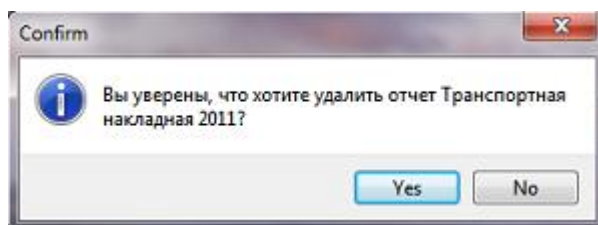

Рис.1.4. Интерактивное сообщение.
- **Интерактивные сообщения** – появляются в двух случаях. Либо для подтверждения выполнения указанной пользователем операции (например, удаления записи в списке – рис.1.4), либо в тех случаях, когда необходим дополнительный выбор одного из вариантов действия.